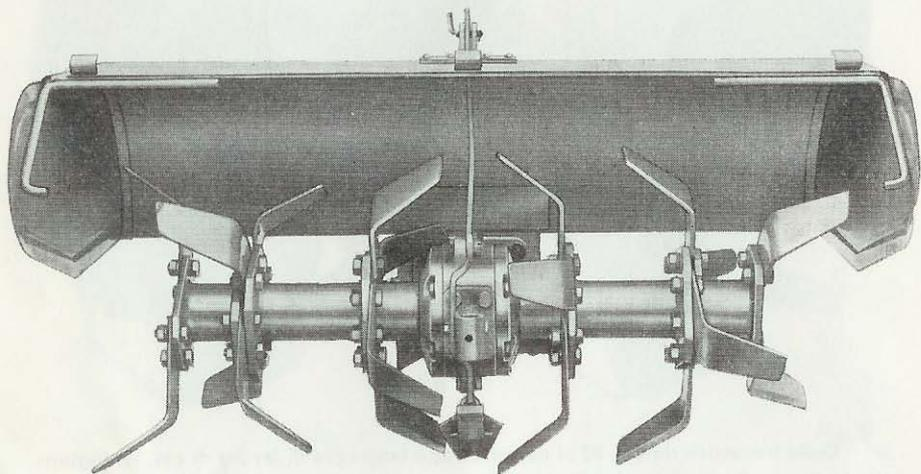

Fig. 7
- 4° accessorio da cm. 95 (fig. 7).
L'accessorio da cm. 95 (fig. 7) è costituito da un carter e da 2 prolunghe portazappette con relative zappette.